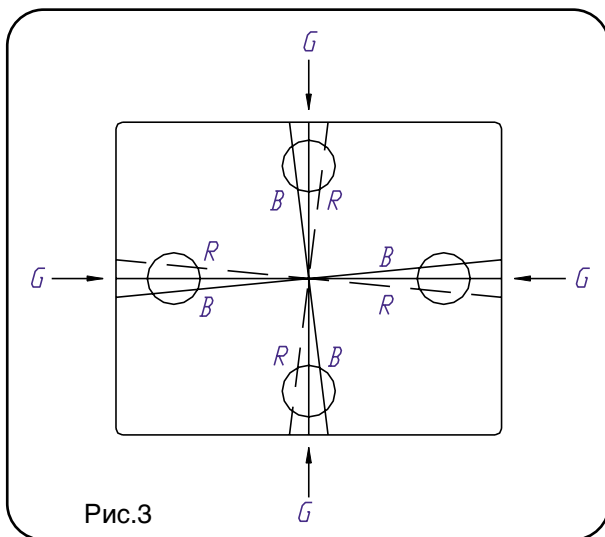
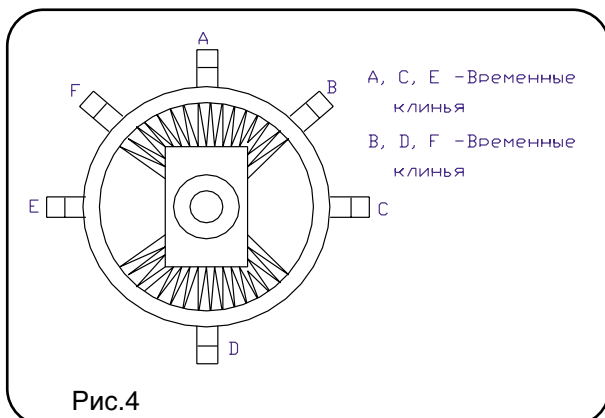

Рис.3
Рис.4
экран стал равномерно красным. Поместить временно резиновый клин (А) между колбой кинескопа и ОС в крайней верхней точке, при этом бумагу, закрывающую липкий слой клина, не снимать, см. рис.4. Затянуть слегка фиксирующий винт ОС.
17. Снять с ОС временно установленный ранее резиновый клин (А, рис.4) и, наклоняя фронтальную часть ОС вверх или вниз, добиться наилучшего сведения перекрещивающихся вертикальных и горизонтальных красных и синих линий, как показано на рис. 3. Поместить временно (не снимая защитной бумаги
с липкого слоя) резиновые клинья между ОС и кинескопом в поз. А и D (рис. 4).
на рис. 3. Поместить временно (не снимая защитной бумаги с липкого слоя) резиновые клинья поз. Е и С (рис. 4).